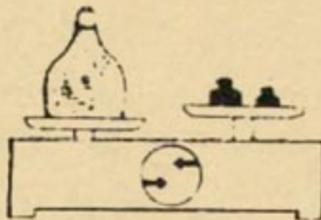

Fig.13
- b) Pesó el mismo recipiente conteniendo aire comprimido y verificó que pesaba más (fig.13).